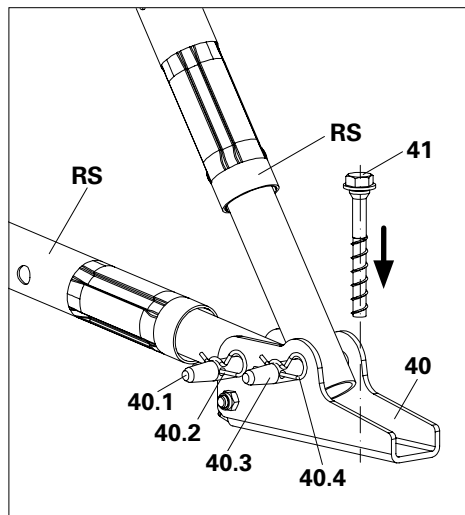

Fig. A5.01
1. Fixer la partie inférieure de l'étau tirant-poussant (RS) – ici comme contre-flèche – avec des boulons (40.1) et des goupilles de sécurité (40.2) au dos de la platine de pied (40).
2. Fixer la partie inférieure d'un autre étau tirant-poussant – ici en tant qu'étau tirant-poussant – avec des boulons (40.3) et des goupilles de sécurité (40.4) à la platine de pied (40).
5. Monter la platine de pied sur une surface plane et suffisamment porteuse, par exemple à l'aide de boulons d'ancrage (41).
- (Fig. A5.01)